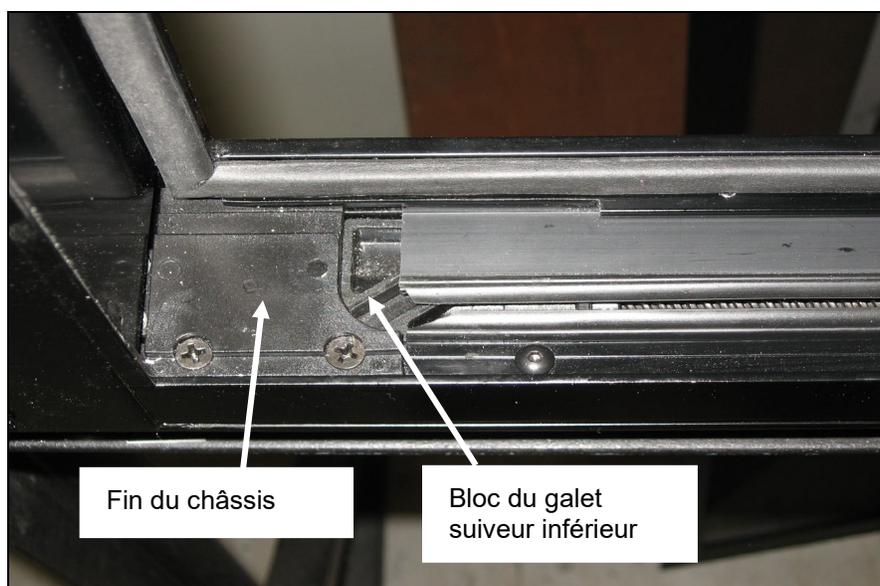

FIGURE 105: ALIGNEMENT ADÉQUAT
1. Aligner le bord avant de l'encoche située sur le bloc du galet suiveur inférieur et la fin du châssis. Utiliser l'interrupteur à bascule pour obtenir le bon alignement. ( Figure 105).